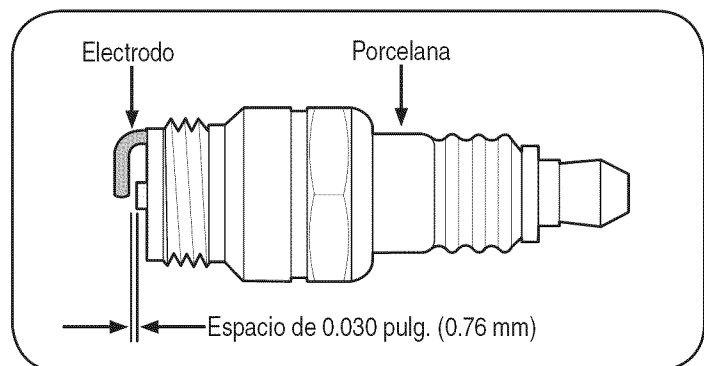

Figura 29
2. Saque e inspeccione la bujía. Verifique la separación para asegurarse de que está fijada en 0.030". Vea la Figura 29.